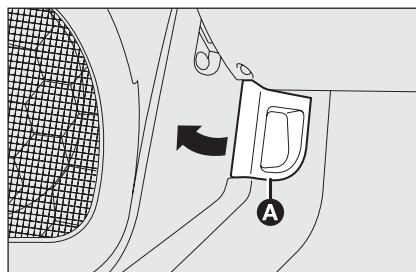

fig. 122
- ☐ tire de la palanca **A**-fig. 122 en el sentido indicado por la flecha;